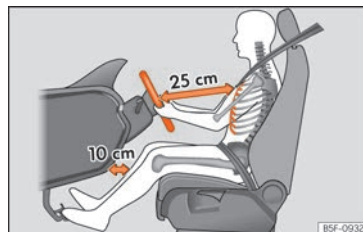

Fig. 2 La separació correcta entre el conductor i el volant ha de ser de 25 cm com a mínim [10 polzades].
- Ajusteu el volant de manera que quedi a una distància, d'almenys, 25 cm (10 polzades) de l'estern »» fig. 2 i el pugueu subjectar amb les dues mans pels costats, per la part exterior, amb els braços lleugerament flexionats.
- Ajusteu longitudinalment el seient de manera que pugueu trepitjar a fons els pedals amb els genolls lleugerament flexionats i que quedi una distància entre la zona dels genolls i el tauler d'instruments d'almenys 10 cm (4 polzades) »» fig. 2.